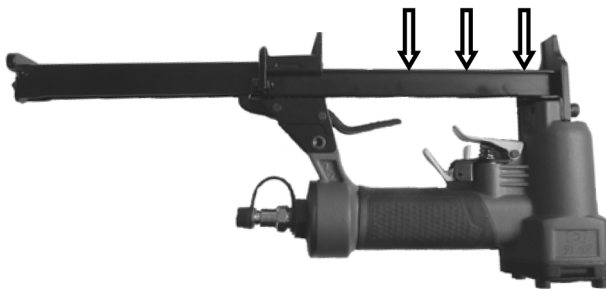

Рис. 3
- Удерживая крепежные элементы в перевернутом положении вставить их вперед в магазин (Рис. 3).